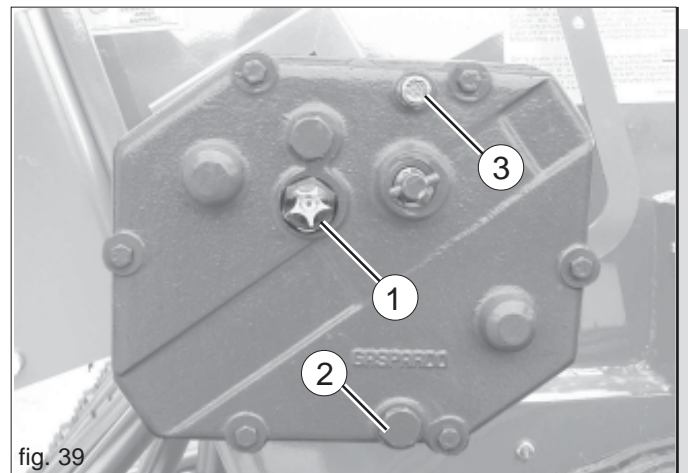

fig. 39
- Den Ölstand im Getriebegehäuse überprüfen und gegebenenfalls bis zum Stand auffüllen (1 Abb. 39). Es wird empfohlen, den gleichen Öltyp (ACER 22) zum Auffüllen zu verwenden.
- Ölablaufstutzen, 2 Abb. 39;
- Öleinfullstutzen, 3 Abb. 39.